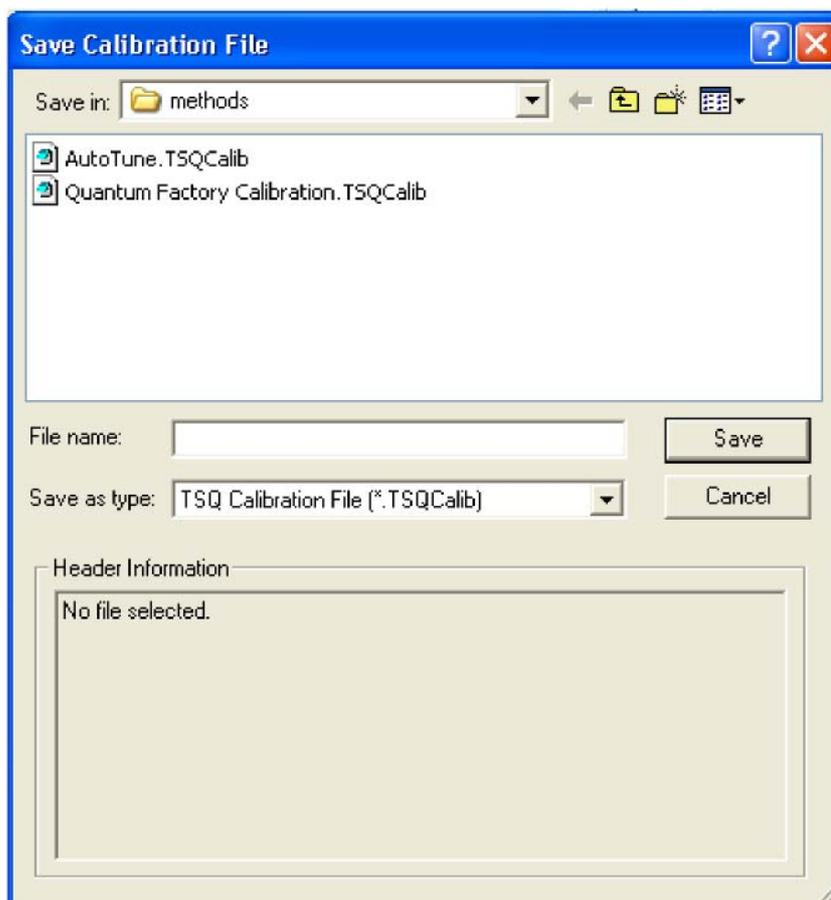

图 2-15. 保存校准文件对话框
- 点击**Save Calib. As**，见图2-15。